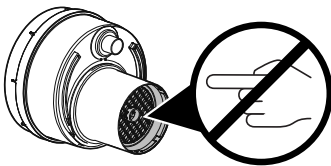

Figura 1 – Evite que el material del filtro se dañe
- NO toque el material del filtro (figura 1). Este material filtra el aire evacuado del (de los) depósito(s) de recogida de líquido del colector móvil antes de que se expulse al exterior. Si se hace caso omiso de esta instrucción, se podría dañar el material del filtro y causar lesiones al paciente o al personal sanitario.